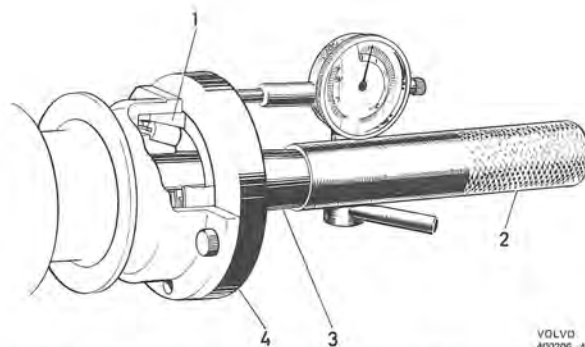

Bild 18. Mätning av axialspel för drivaxlar
Montera bromsskölden och hållare med filttätning. Dra ut lagrets ytterring mot bromsskölden med SVO 2204. Sätt fast hållare SVO 2611 med mätur på drivaxeln. Rikta mäturets spets mot bromsskölden och mät upp axialspelet. (Jämför punkt 6 och bild 18). Vid felaktigt spel demonteras vänstra sidans bromstrumma och -sköld och spelet justeras enligt punkt 5b-10 nedan. Är spelet rätt förfäres enligt punkt 7-10.
- Sätt fast hållaren SVO 2611 med mätur på drivaxeln, se bild 18. Rikta mäturets spets mot plattan, skjut in axeln och nollställ mäturet. Dra drivaxeln utåt och avläs spelet. Välj justermellanlägg enligt ovanstående tabell.